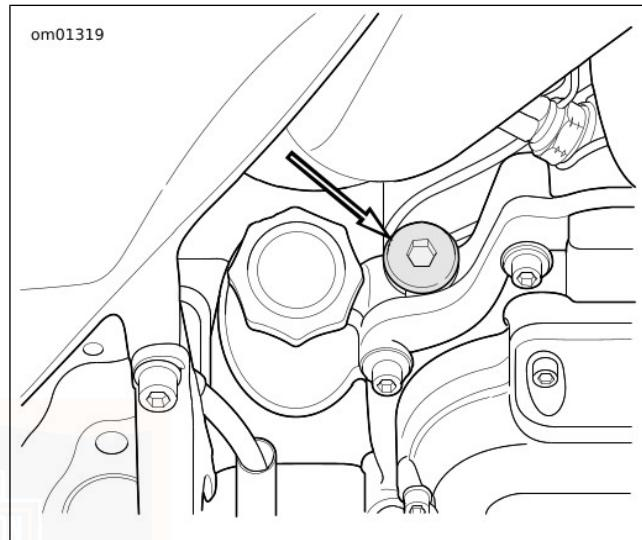

Abbildung 94. Lage des Getriebeeinfüllverschlussstopfens/Ölmessstabs
2. Siehe Abbildung 94. Den Getriebeeinfüllverschlussstopfen/Ölmessstab entfernen. Den Ölmessstab sauber wischen.